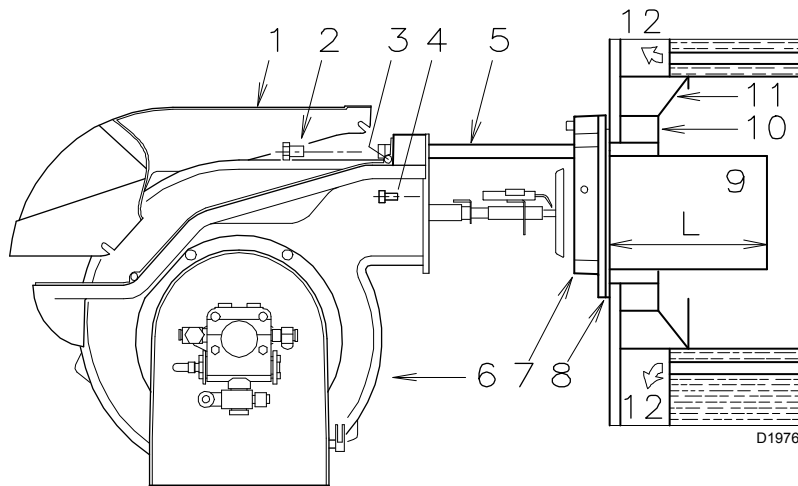

Fig. 8
La protezione deve consentire al bocaglio di essere estratto. Per le caldaie con il frontale raffreddato ad acqua non è necessario il rivestimento refrattario (10)-11)(Fig. 8), se non vi è espressa richiesta del costruttore della caldaia.
- Allentare le 4 viti (3) e togliere il cofano (1).
- Togliere le viti (2) dalle due guide (5).
- Togliere le 2 viti (4) che fissano il bruciatore (6) alla flangia (7).
- Sfilare il bocaglio (9) completo di flangia (7) e guide (5).
Fissare la flangia (7)(Fig. 8) alla piastra della caldaia interponendo la guarnizione (8)(Fig. 8) data a corredo. Utilizzare le 4 viti pure date a corredo dopo averne protetto la filettatura con prodotti antigrippanti.
- Aprire il bruciatore sulle guide come in (Fig. 8, pag. 13).